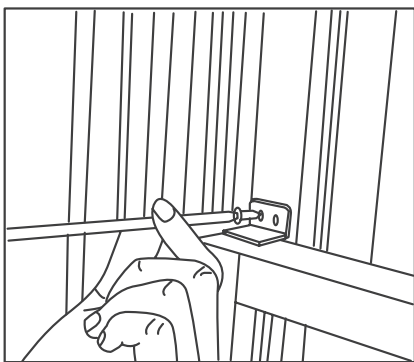

Fig.11
- 6.** Pour fixer le châssis inférieur en place, fixez le verrou du châssis à angle droit avec une vis de 3/4 po (19 mm) comme illustré (Fig.11).